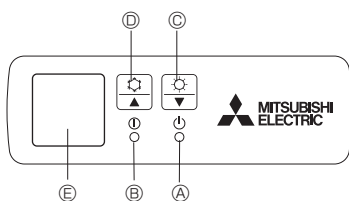

Fig. 5-1
[Fig. 5-1] ④ Лампочка DEFROST/STAND BY (РОЗМОРОЖУВАННЯ/ОЧІКУВАННЯ)
- ⑤ Індикаторна лампочка роботи
- ⑥ Перемикач аварійної експлуатації (обігрів)
- ⑦ Перемикач аварійної експлуатації (охолодження)
- ⑧ Приймач